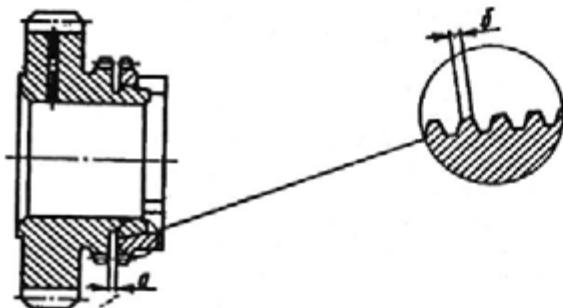

Рис. 119. Установка блокирующего кольца синхронизатора на кус шестерни
- между торцами шестерни и блокирующего кольца (рис. 119) зазор «*a*» должен быть не менее 0,5 мм, а ширина «*b*» притупления вершины резьбы не более 0,33 мм. При зазоре менее 0,5 мм и ширине притупления резьбы более 0,33 мм синхронизация обеспечиваться не будет;